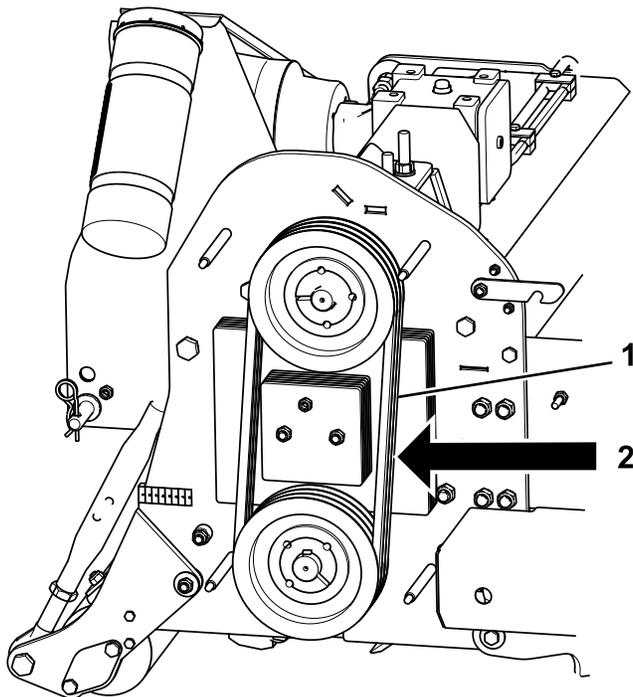

Figure 30
2. Contrôlez la tension des courroies trapézoïdales en exerçant une pression de 7,5 kg (16½ po) au niveau du point A. Lorsque la tension des courroies est correcte, chacune présente une flèche de 12,4 mm (½ po) (Figure 30).